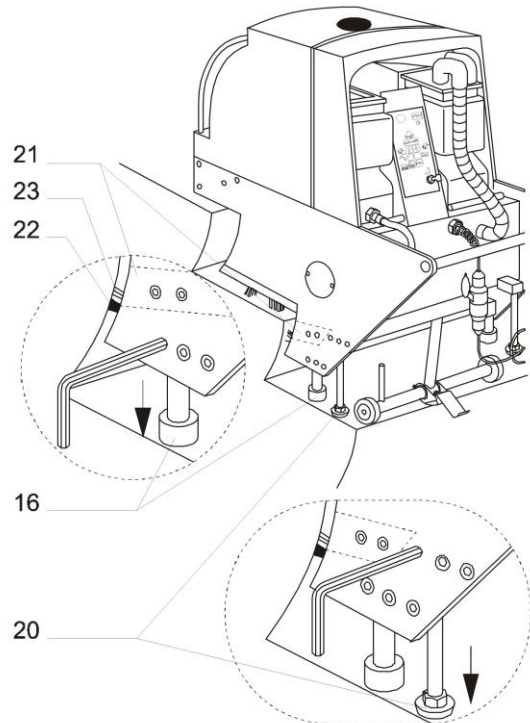

Bild 8: Stufenhöhe einstellen
- Die Klemmung der linken Gleitstütze (16) lösen (siehe Bild 8: Stufenhöhe einstellen) und die Gleitstütze aus- oder einfahren, bis die Maschine waagrecht mit der linken Gleitschiene (27) auf der Trittpläche aufsitzt; danach Klemmung der linken Gleitstütze festziehen.
- Die Sicherheitsstütze (20) auf der linken Seite der Maschine nach dem gleichen Ablauf einstellen.
- Die Gleitstütze (16) und die Sicherheitsstütze (20) auf der rechten Seite der Maschine entsprechend dem oben beschriebenen Ablauf einstellen.